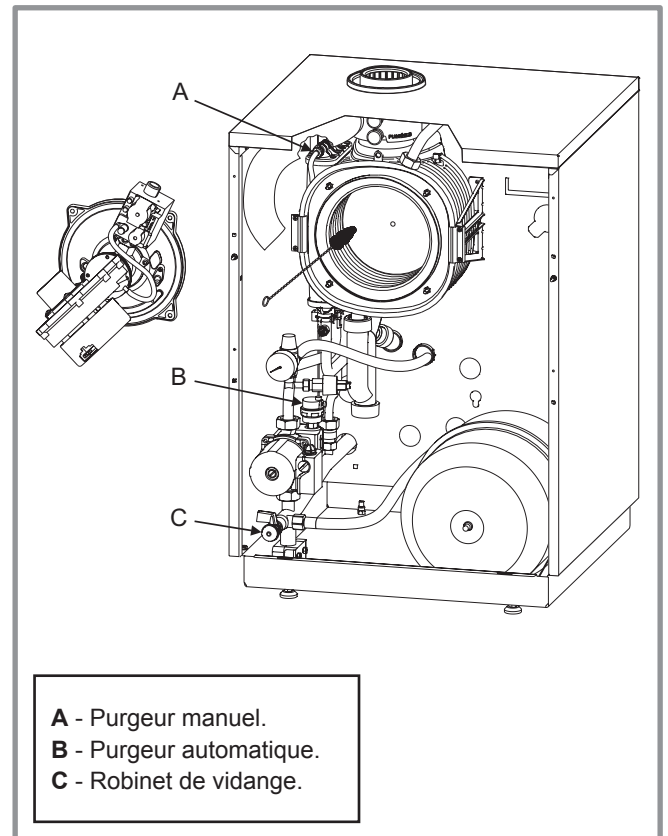

figure 38 - Accès à la chambre de combustion
(voir *figure 38*)
- Ouvrir le robinet de vidange de la chaudière (*figure 38*, rep. **C**).
- Ouvrir le purgeur de la chaudière (*figure 38*, rep. **A**).